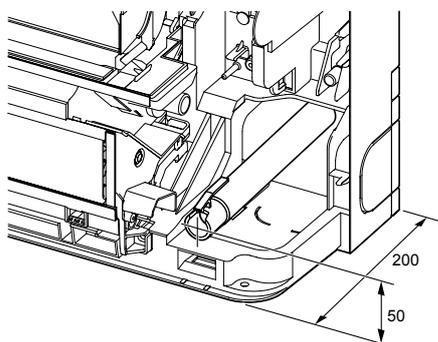

Fig. 5-3
• Για την όδευση της σωληνώσεως αποστράγγισης, βεβαιωθείτε ότι ο σωλήνας αποστράγγισης είναι τοποθετημένος όπως δείχνει η εικόνα. (Fig. 5-3)